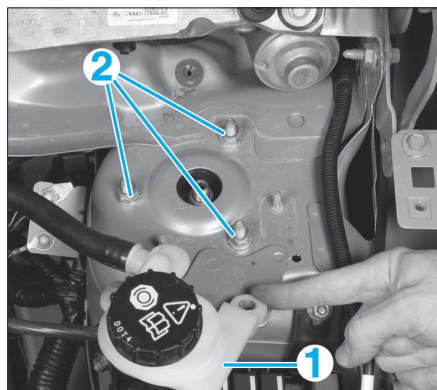

Fig. 2
- Du côté gauche et sans ouvrir le circuit, mettre de côté le réservoir de liquide de frein/embrayage (1).
- Déposer les trois écrous de fixation supérieure (2) de l'élément de suspension (Fig.2).